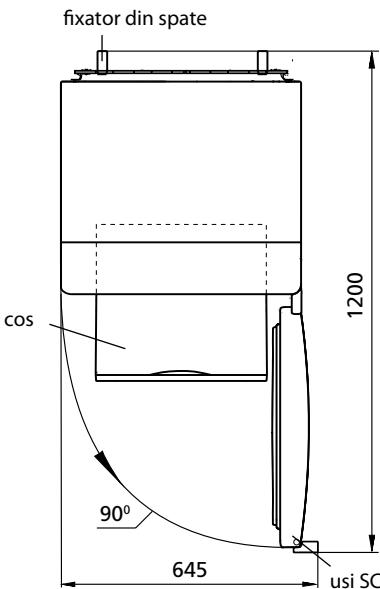

Figura 2 – Frigider (vedere de sus)
1.4 patiul total, necesar pentru exploatarea frigiderului este determinat de dimensiunile indicate in figura 2 in milimetri. Pentru extragerea libera a componentelor din frigider trebuie a deschide usile camerei la un unghi de cel putin 90°.